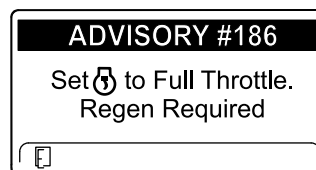

Figura 47
**Notă:** Dacă InfoCenter afișează ADVISORY #186 (recomandarea nr. 186) (Figura 47), setai motorul la accelerație maximă (interval mare de turatii) pentru a permite continuarea regenerării de resetare.